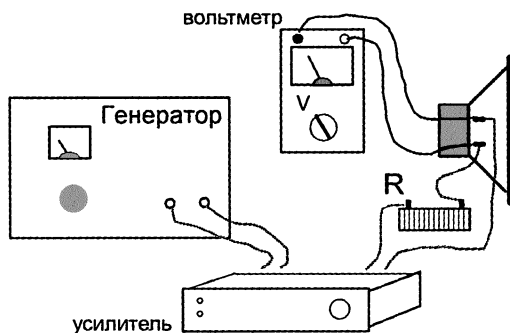

Рис. 5.1. Схема для измерения зависимости сопротивления динамической головки от частоты
Схема измерений показана на рис. 5.1. Она не сложнее школьной лабораторной работы по физике в старших классах. Динамик устанавливается диффузором вверх в центре комнаты на табурет, чтобы уменьшить влияние отражений от стола, пола и стен. Выходное напряжение генератора, усиленное усилителем до величины  $U_0 = 1\text{--}2\text{ В}$ , подается на динамическую головку через резистор известного сопротивления  $R$ .
Полная добротность важна при построении систем типа «закрытый ящик». Она определяется на основании измерения зависимости полного сопротивления головки  $Z$  от частоты  $f$ . Для этого используют схему, показанную на рис. 5.1, однако измерения проводят в более широком интервале частот, рассчитывая для каждой частоты значение  $Z$  по формуле
**Шаг 1.** Собираем схему в соответствии с рис. 5.1.
**Шаг 1.** Определить резонансную частоту  $F_s$  динамической головки на воздухе с помощью генератора, вспомогательного резистора и вольтметра (рис. 5.1).
**Шаг 4.** Определить резонансную частоту головки в ящике с помощью генератора, вспомогательного резистора и вольтметра (рис. 5.1).